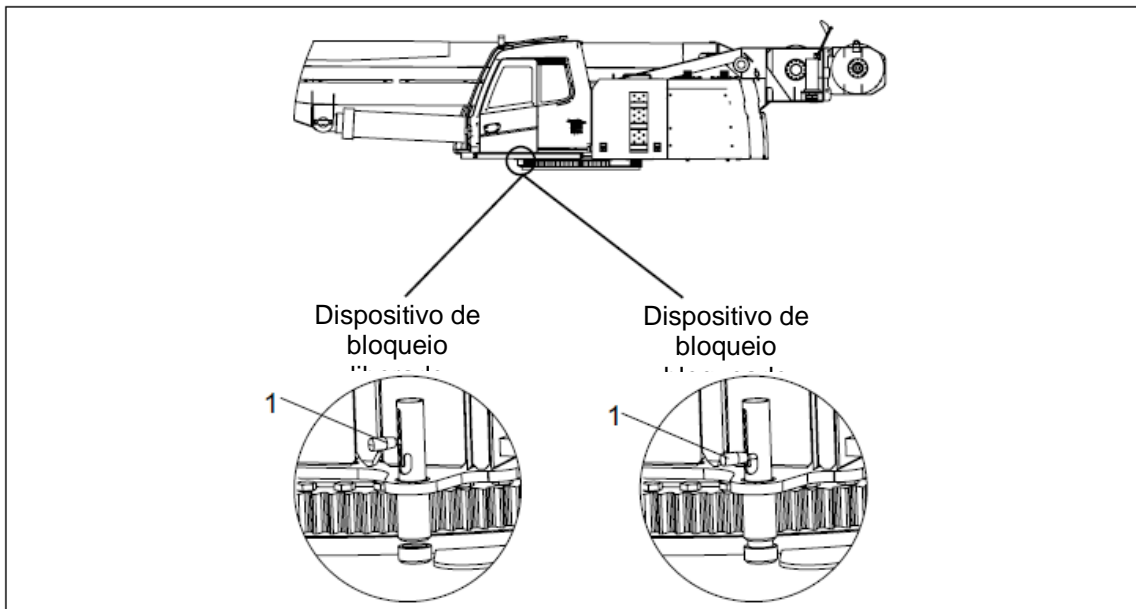

Fig.4-3.14 Liberando o dispositivo de bloqueio mecânico
- a. Liberte o dispositivo de bloqueio mecânico para separar a plataforma giratória do chassis, consulte Fig.4-3.14;